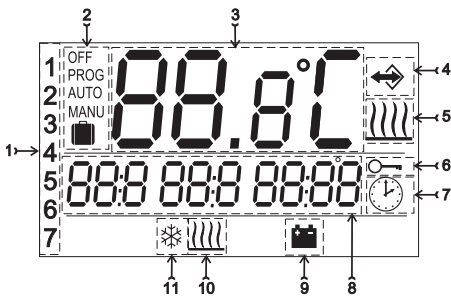

### Abb.1
- 3) Den Leistungsteil des Thermostates vom Mikroprozessor (Hauptteil) trennen, siehe Abb. 1.